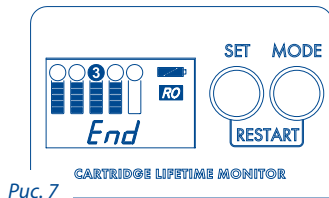

Рис. 7
c. Нажимайте кнопку MODE до появления надписи End. Подтвердите выход нажатием кнопки SET (Рис. 7).